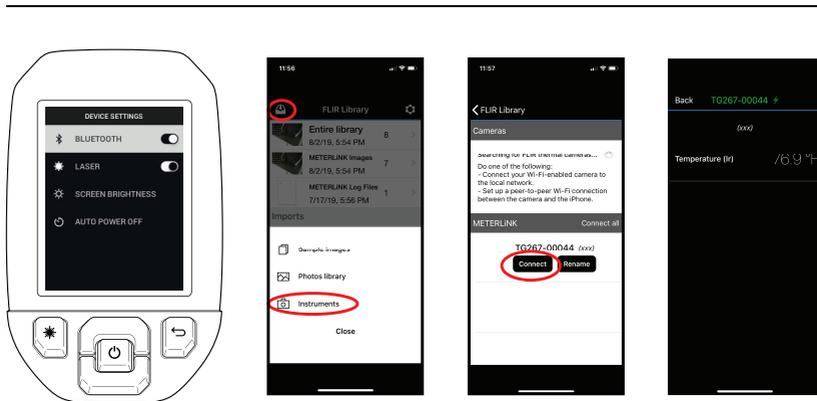

Figura 7.1 Associazione della termocamera a un dispositivo mobile
1. Attivare la funzione Bluetooth® della termocamera (*Settings/Device Settings* (Impostazioni/Impostazioni dispositivo)). Vedere la Figura 7.1 di seguito per le illustrazioni relative a questa sezione.